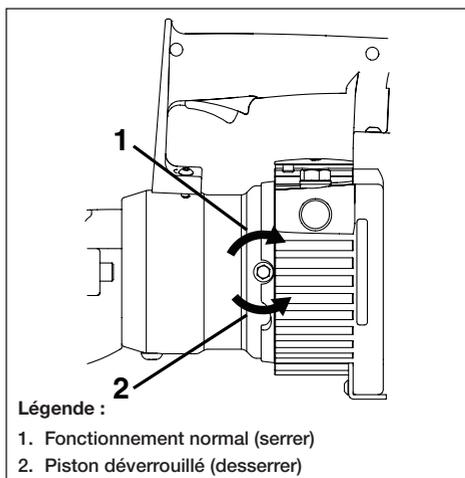

Figure 4, Vis de déverrouillage du piston
Avant d'utiliser le coupe-barre, vérifiez que la vis de déverrouillage du piston est en butée vers la droite. Utilisez une clé Allen de 8 mm. Voir la figure 4.
3. Assurez-vous que la vis de déverrouillage du piston est bien serrée. Voir la figure 4.